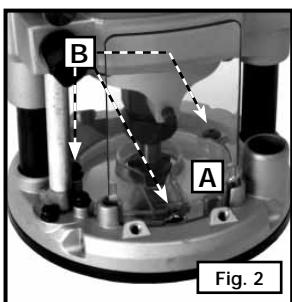

Fig. 2
1. Quite los tres tornillos de retención de la cubierta anti- polvo transparente (B) (con un destornillador de punta de estrella o una llave de tuerca torque T20) y quite la cubierta antipolvo transparente (A) Fig. 2.